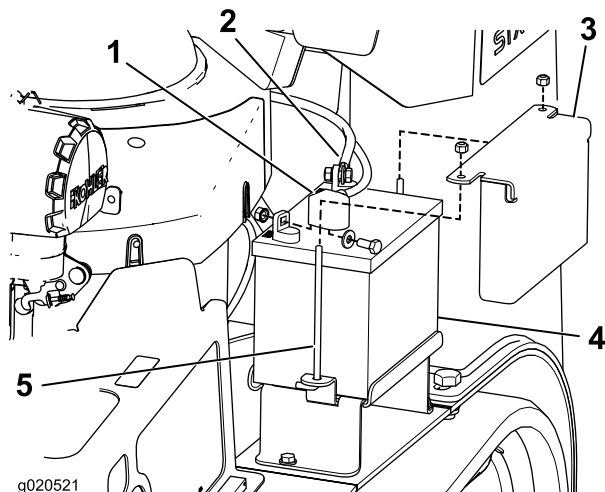

Figura 40
3. Togliete il cappuccio di gomma nero dal cavo negativo. Staccate il cavo negativo della batteria dal morsetto negativo (-) della batteria (Figura 40).
4. Sfilate la guaina rossa del morsetto dal morsetto positivo (rosso) della batteria. Togliete quindi il cavo positivo (rosso) della batteria (Figura 40).
5. Rimuovete la piastra di tenuta, i bulloni a J e i dadi di bloccaggio che fissano la batteria (Figura 40) e rimuovete la batteria.
1. Posizionate la batteria nella macchina (Figura 40).
3. Montate innanzi tutto il cavo positivo (rosso) della batteria sul morsetto positivo (+) della batteria con un dado, una rondella e un bullone.(Figura 40). Infilate il cappuccio di gomma sul polo.
4. Montate quindi il cavo negativo della batteria e il filo di messa a terra sul morsetto negativo (-) della batteria con un dado, una rondella e un bullone.(Figura 40). Infilate il cappuccio di gomma sul polo.